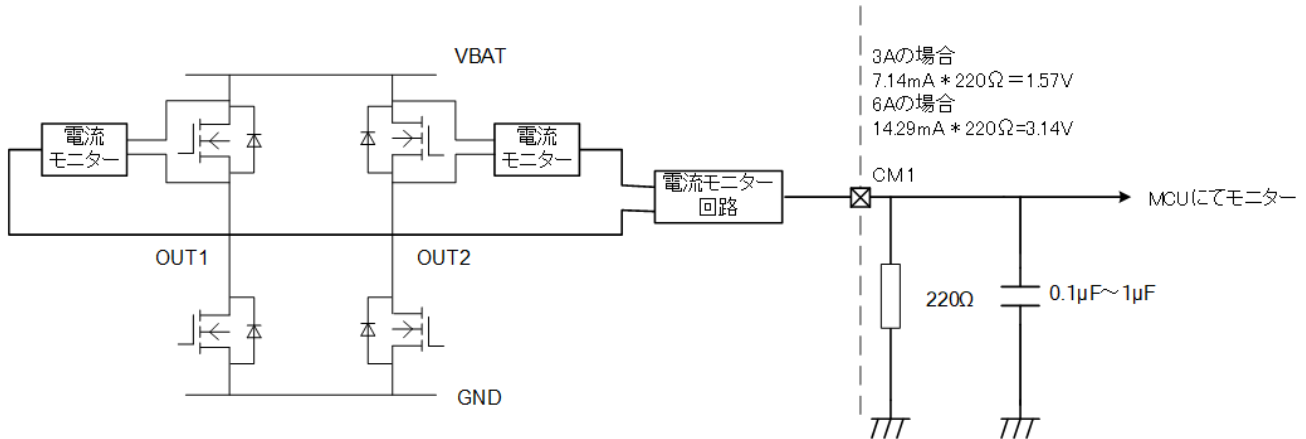
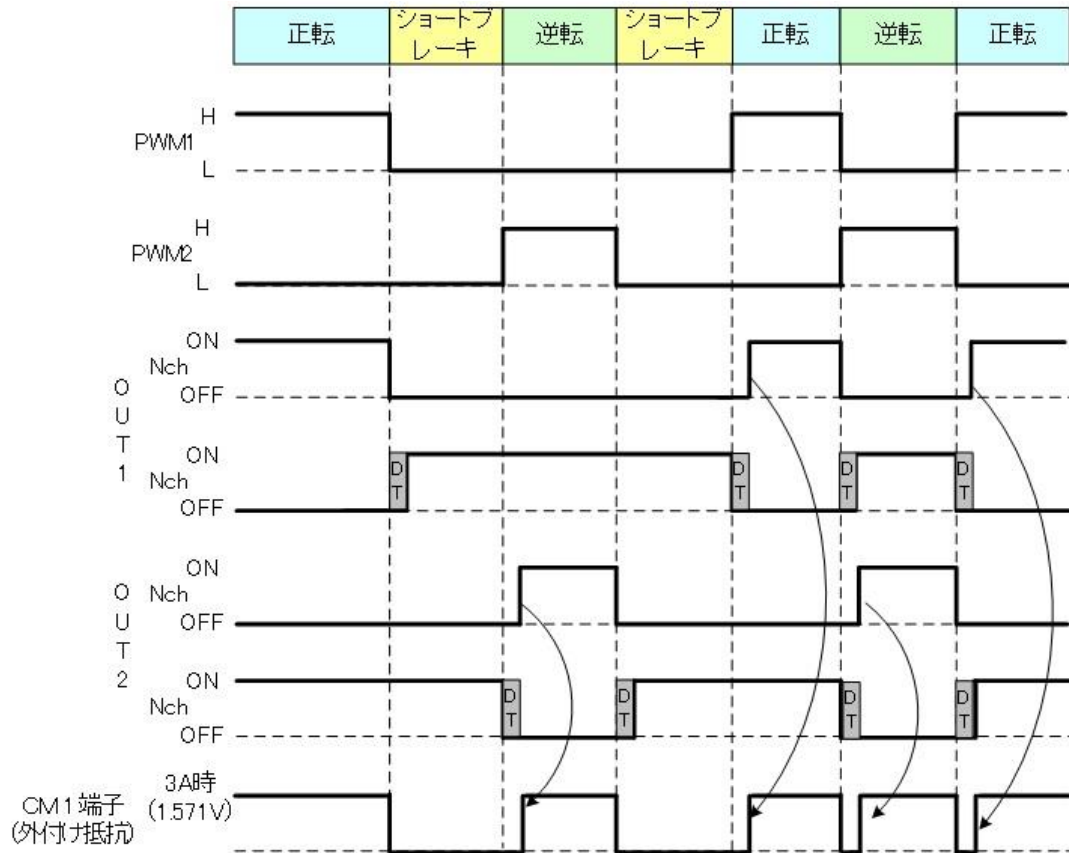
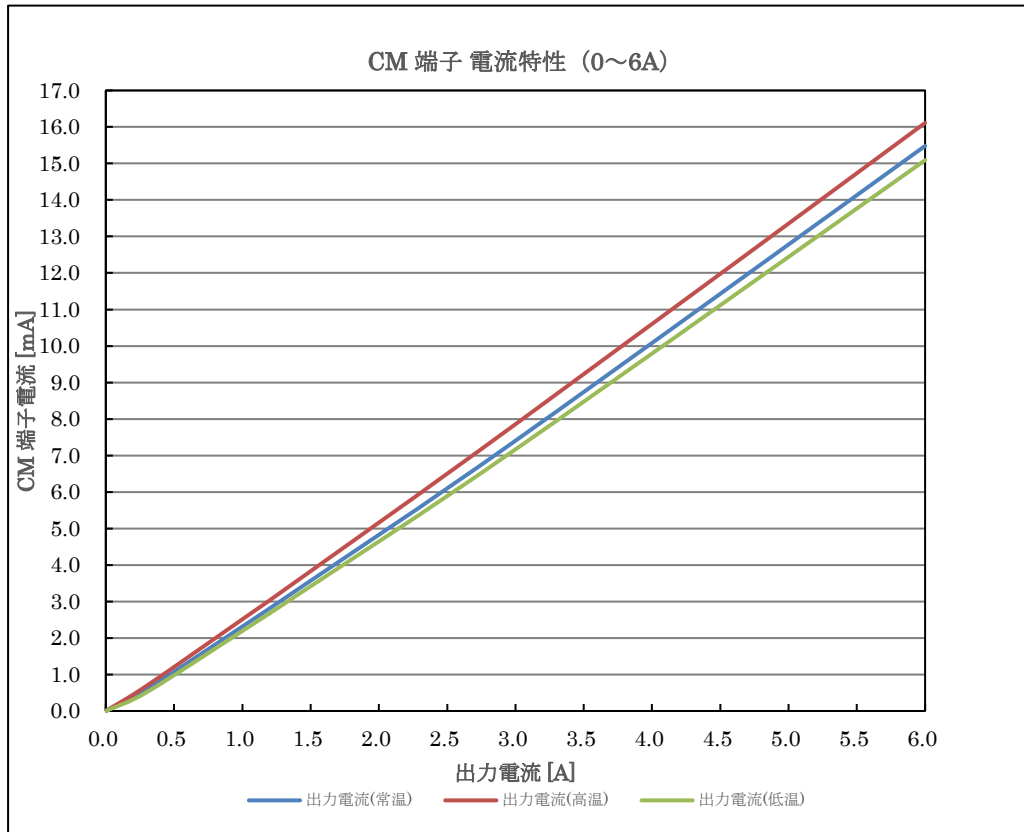
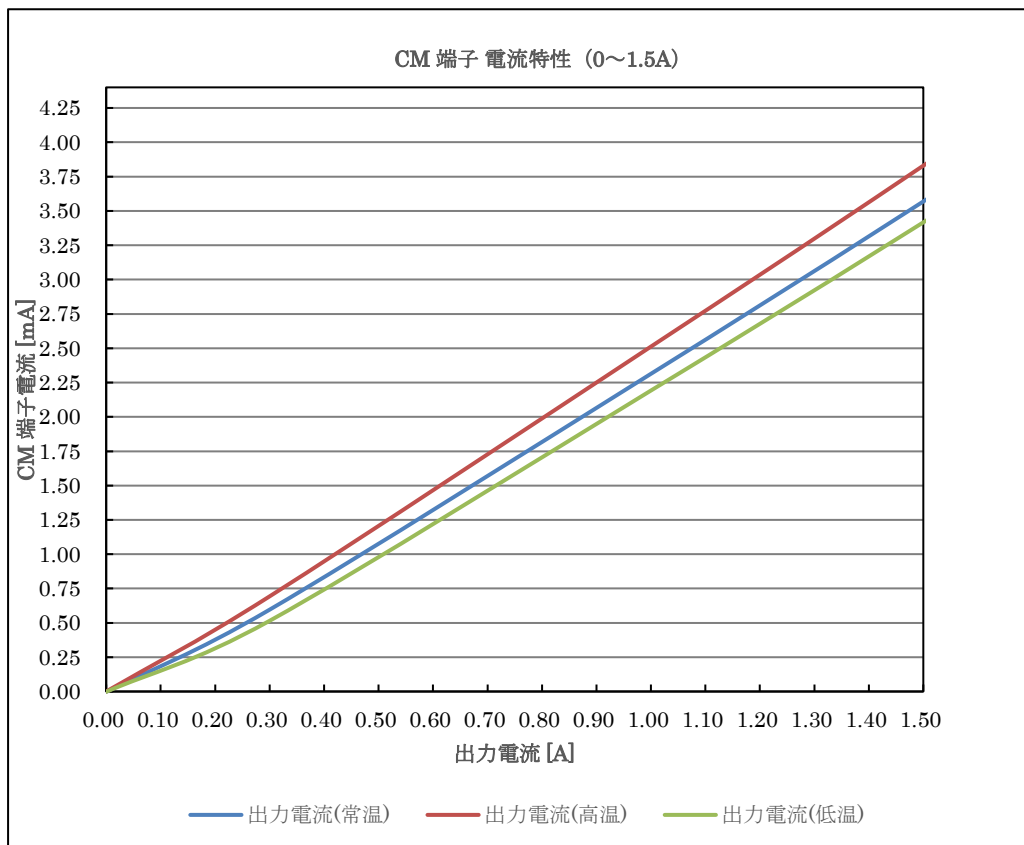

図 7.18 Hi-side 側電流モニター構成図
図 7.19 Hi-side 側電流モニタータイミングチャート
図 7.20 参考:CM 端子電流—出力電流 電流特性(0A~6A)
図 7.21 参考:CM 端子電流—出力電流 電流特性(0A~1.5A)
7.8. Hi-side 側電流モニター:CM 端子(図 7.18、図 7.19、図 7.20、図 7.21)